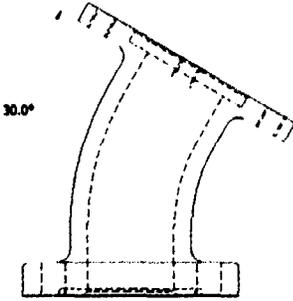

Рис. 2.23. Любой угловой размер может быть проставлен при помощи инструмента Размеры
12. Поместите новый размер слева, как показано на рис. 2.23.